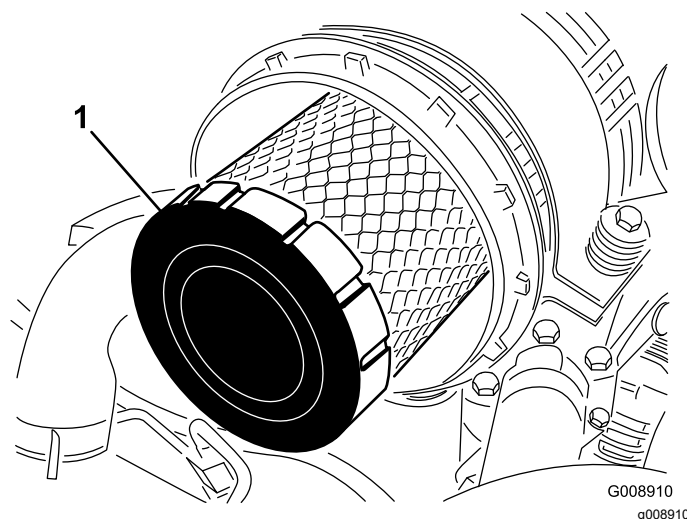

Рисунок 91
4. Снимите фильтр грубой очистки (Рисунок 91).